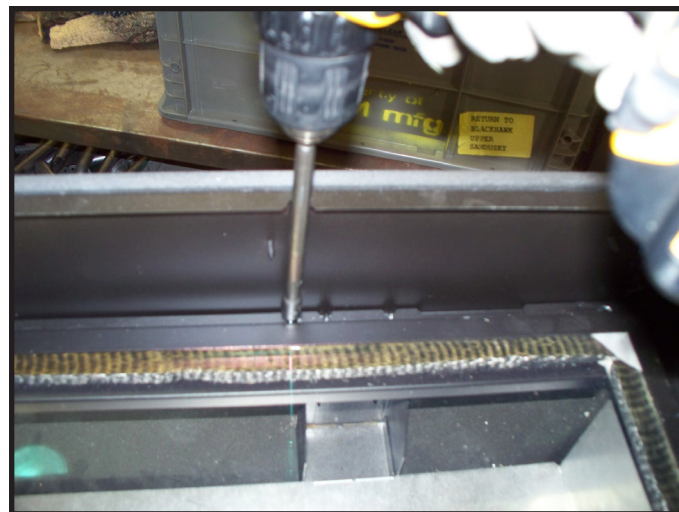

Figure 9.4. Accès aux gaz et l'électricité - Retirer la fenêtre
10. Retirez les huit vis qui maintiennent la fenêtre en verre. Enlevez la fenêtre. Manipulez avec prudence. Voir la figure 9.4.